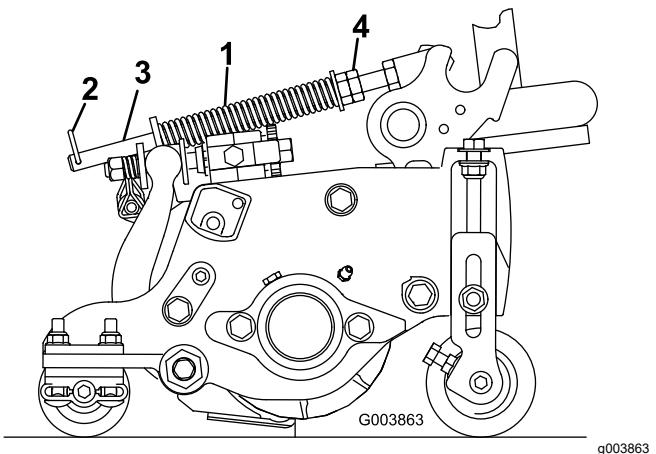

図 21
ターフ補正スプリング 図 21は、カッティングユニットの前から後ろへの「体重移動」を行う動きがあります。これにより、マーセリングやボビングと呼ばれる「波打ったような」仕上がりを防いでいます。
1. スプリングロッドの後穴にヘアピンコッターを忘れずに取り付けてください 図 21。
2. スプリングロッド前部の6角ナットを締めて、スプリング圧縮状態の長さが159 mmになるようにする 図 21を参照。